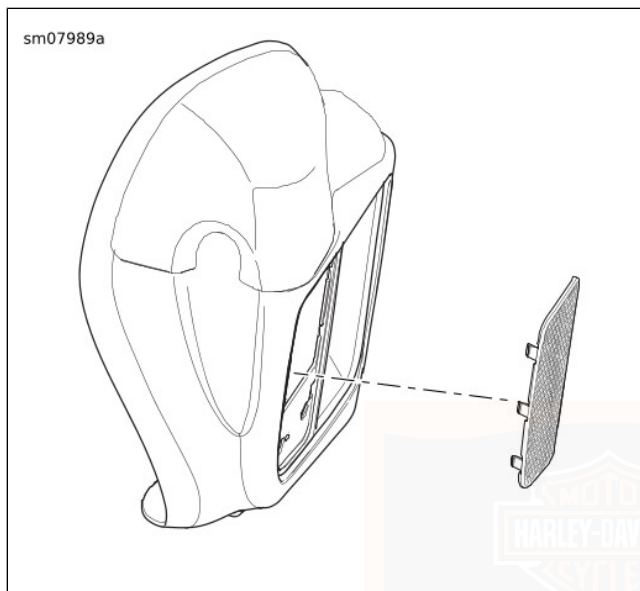

Figura 58. Pannello a griglia sulla carenatura inferiore
1. Vedere Figura 58 . Rimuovere la griglia esterna dalla carenatura inferiore.